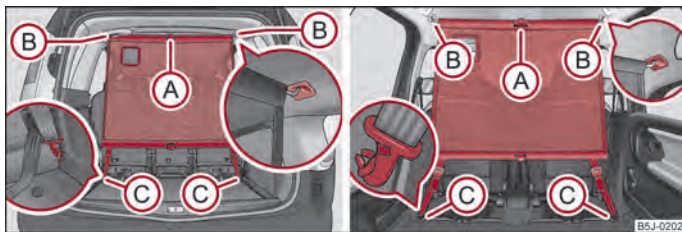

Fig. 48 Utilizzo della rete divisoria statica dietro i sedili posteriori / anteriori
- Inserire la barra trasversale negli alloggiamenti (B), prima da un lato, quindi spingerla in avanti. Fissare allo stesso modo la barra trasversale sull'altro lato del veicolo, alloggiamento (B) ⇒ fig. 48.
- Agganciare il moschettono (C) alle estremità del nastro negli occhielli di ancoraggio dietro i sedili posteriori.
- Allentare le fasce su entrambi i lati e sganciare i moschettoni (C) ⇒ fig. 48.
- Estrarre la barra trasversale dagli alloggiamenti (B).
Il montaggio e lo smontaggio della rete divisoria statica dietro i sedili anteriori ⇒ fig. 48 lato destro avviene in modo analogo a quanto visto per i sedili posteriori. Per agganciare i moschettoni utilizzare gli occhielli disposti dietro i sedili anteriori. Per aumentare il vano di carico è possibile smontare i sedili posteriori.